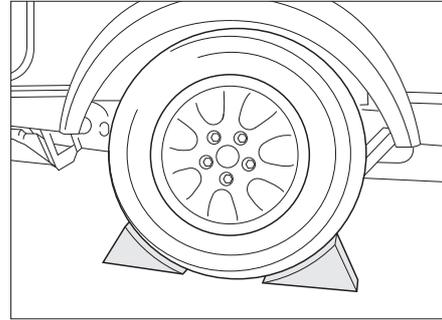

Fig. 160 Bloquer le véhicule
- Placer des sabots de freins ou autres objets similaires contre la roue d'en face pour bloquer le véhicule (Fig. 160).